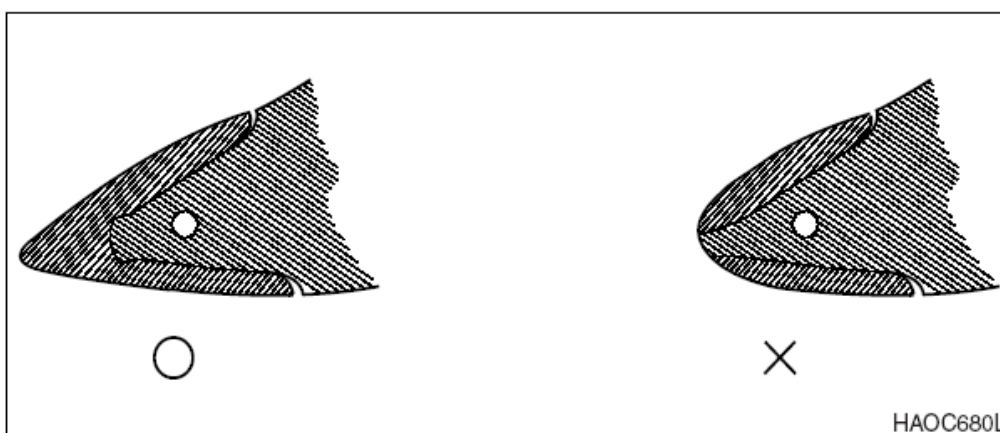

Рис. 92
1. Следует регулярно проверять зубья ковша, чтобы убедиться в отсутствии значительного износа или повреждений. Не следует допускать, чтобы сменные зубья ковша стирались до такой степени, чтобы открывались адаптеры. См. рис. 92.